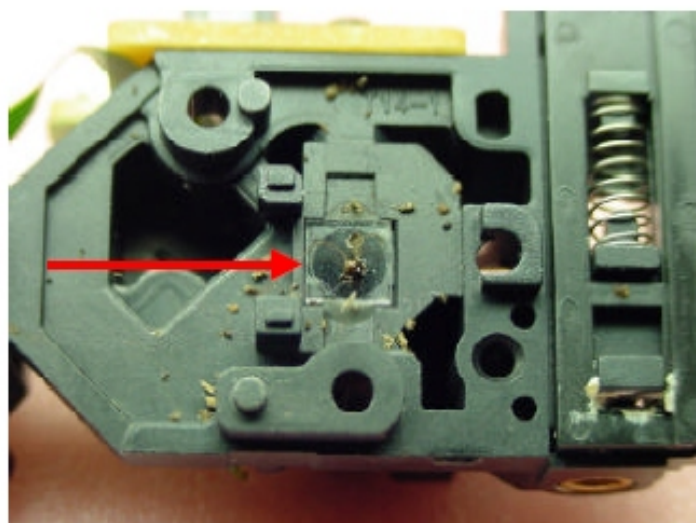
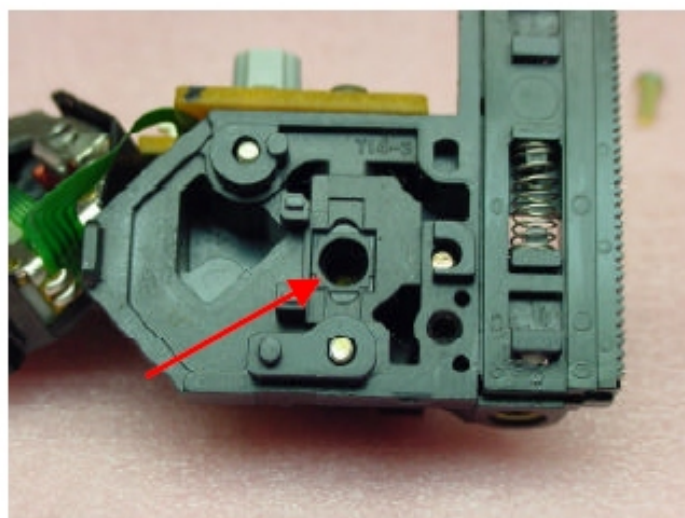

Fig 3
Fig 4
- 2) Limpar com algodão (pode-se utilizar cotonete fino) o filtro (fig 3 e 5) ou o prisma (fig 4 e 6) no bloco do laser. Note que podem existir dois tipos de bloco do laser com ou sem filtro. Referente ao bloco sem filtro, introduza o algodão no orifício.